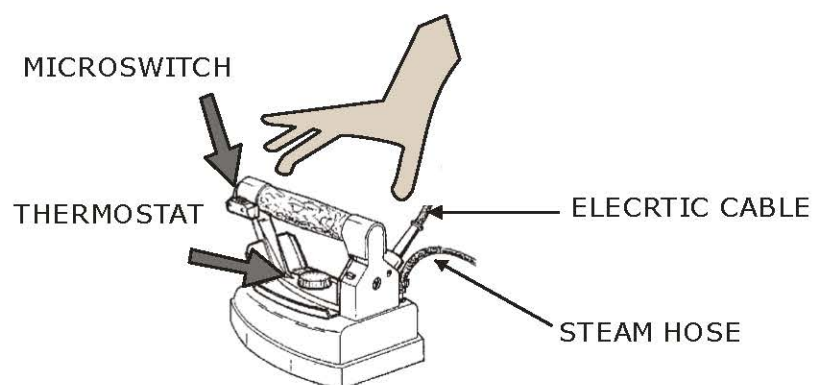

Рис. 2
1. Начните гладить, с равными интервалами нажимая клавишу утюга (рис. 2), включая пар. Включайте всасывание, чтобы подсушивать одежду и избежать застоя на гладильной доске.